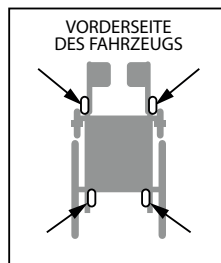

Abbildung 4.
**HINWEIS: Siehe Abbildung 4 zur Position der vier (4) von Motion Composites installierten WTORS-Ladungssicherungspunkte**